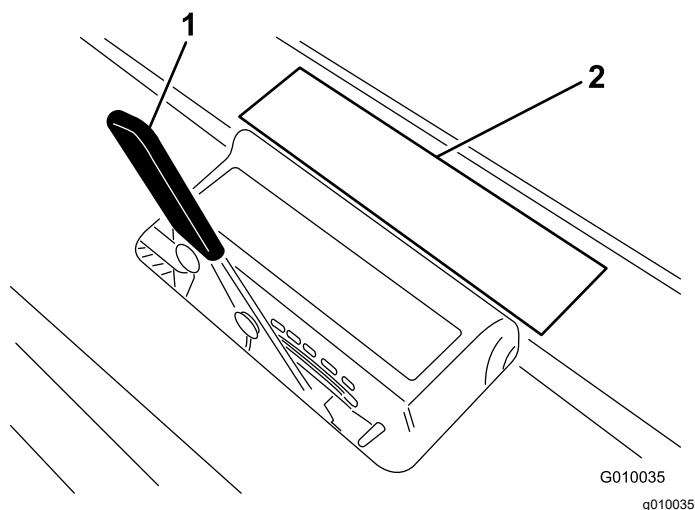

Figura 16
3. Aezați dintele pe autocolantul referitor la adâncimea dintelui (Figura 16) cu 1 capăt aliniat cu adâncimea de aerare dorită (consultați suprapunerea dinilor de pe autocolant).